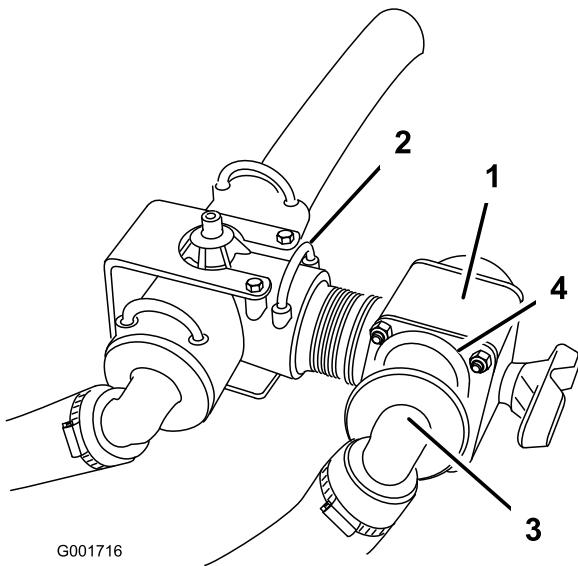

Figure 9
4. Posez le nouveau distributeur de commande dans l'orifice libre orienté vers l'arrière sur le raccord en T et fixez-le avec un nouvel étrier de fixation (Figure 9).
3. Raccord de jonction (2)
4. Collier de flexible (4)
6. Raccordez le flexible d'alimentation de rampe à l'orifice ouvert sur le distributeur de commande et fixez-le avec la fixation retirée précédemment (Figure 9).